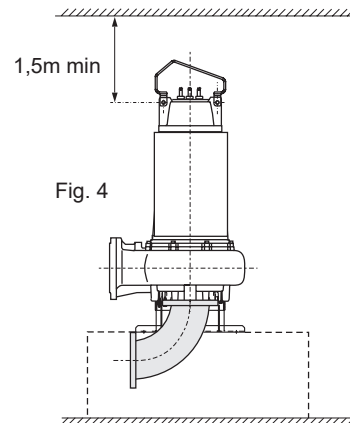

Fig. 4
- 1 - Eletrobomba disposta com eixo rotor na vertical, sobre pé de sustentação próprio e curva flangeada na aspiração (fig.4). Para a movimentação da máquina, desmonte a pega e remonte-a noutra posição; desta forma ao elevá-la o eixo da máquina fica na vertical.